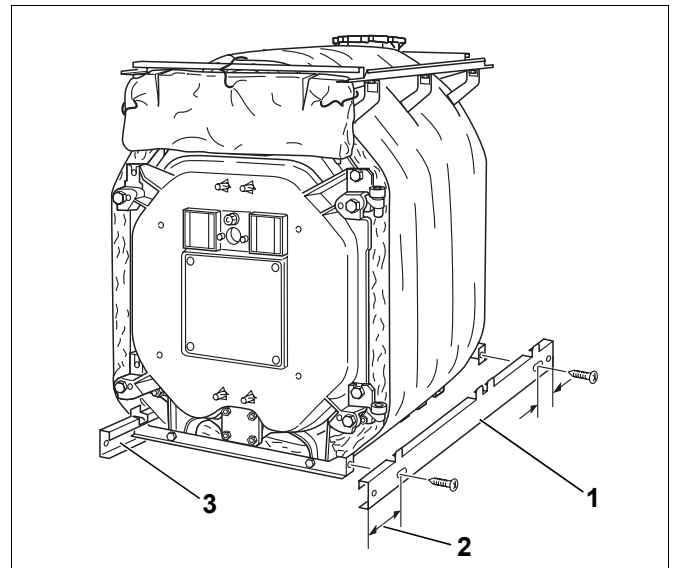

Fig. 47 Montaggio delle guide di zoccolo laterali
- ▶ Agganciare entrambe le guide di zoccolo (fig. 47, [1] e [3]) con la sporgenza lunga rivolta verso la parte anteriore (fig. 47, [2]) nelle traverse inferiori.